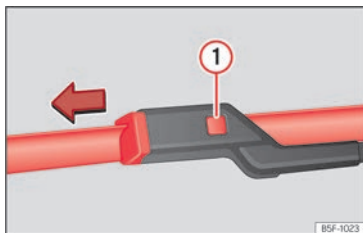

Abb. 224 Scheibenwischerblätter vorne auswechseln.
- Die Entriegelungstaste »» (Abb. 224) ① gedrückt halten und gleichzeitig das Scheibenwischerblatt vorsichtig in Pfeilrichtung abziehen.